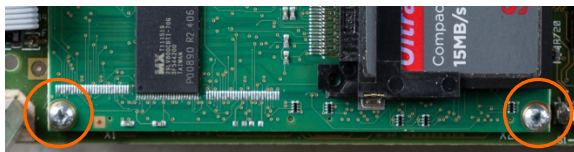
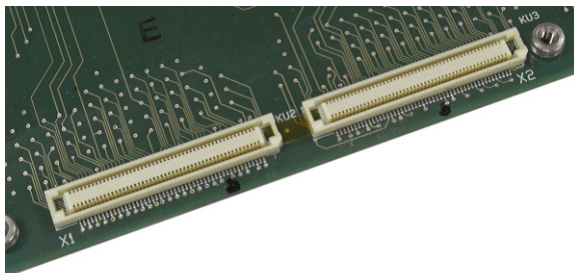
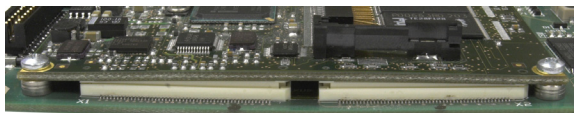
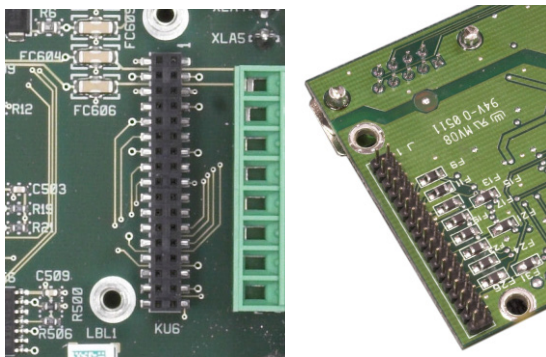

Figura 3-52: Tornillos de montaje de la tarjeta ETX
Figura 3-53: Acercamiento de los conectores de la ETX en la PCB principal
Figura 3-55: Conectores de la tarjeta ETX asentados de forma incorrecta
Figura 3-61: Ranura de módulo de interfase PLC en la PCB principal (izquierda) y clavijas del conector debajo de un módulo (derecha)
11. Retire todos los conectores periféricos de sus conexiones - COM1, COM2, Ethernet, USB, alimentación y video. La ubicación de los conectores se indican en la Figura 3-52.
13. Afloje y retire los seis tornillos que sujetan la PCB principal a la caja. Sus ubicaciones están indicadas con un círculo en la Figura 3-52. En el caso de una terminal de montaje de panel, los cuatro sujetadores exteriores serán soportes hexagonales, como se muestra en la Figura 3-53.
- Para una terminal de panel de montaje, instale tornillos en los agujeros de centro y los agujeros exteriores de los cuatro soportes hexagonales (vea la Figura 3-53).
1. Retire los dos tornillos que sujetan la guía inferior de la tarjeta y la tarjeta ETX a la PCB principal (Figura 3-52). La ubicación de estos tornillos se indica en la Figura 3-55.
1. Observe la orientación de la tarjeta ETX indicada en la Figura 3-55. Los conectores de la ETX están arreglados de tal forma que no puede ser instalada hacia atrás.
5. Instale los tornillos para asegurar la tarjeta ETX a la PCB principal. Dos de estos tornillos también aseguran la guía inferior de la tarjeta. Esta barra es asimétrica, y debe montarse en la orientación indicada en la Figura 3-55. Observe que el extremo más largo está orientado hacia la batería de la PCB principal.
Para retirar una tarjeta CF de la tarjeta ETX, sujete los lados de la tarjeta CF y deslícela con cuidado fuera de la ranura, en la dirección que se indica en la Figura 3-61. Puede ser necesario mover la tarjeta suavemente de lado a lado para separarla. Si se instala la opción de interfase de PLC, es posible que primero deba retirarse.
Observe que la Figura 3-61 muestran la tarjeta CF en la misma orientación que en la Figura 3-52.